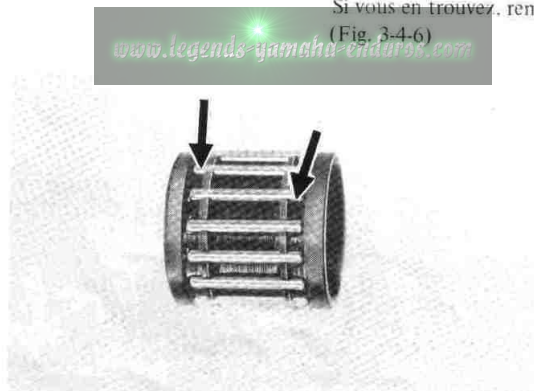

Fig. 3-4-6
3. Check the bearing cage for excessive wear or damage. Check the rollers for signs of flat spots. If found replace pin and bearing. (Fig. 3-4-6)
3. Vérifiez si la cage du roulement ne présente pas d'usure excessive ou de dommage. Vérifiez si les rouleaux ne présentent pas des plats. Si vous en trouvez, remplacez l'axe et le roulement. (Fig. 3-4-6)